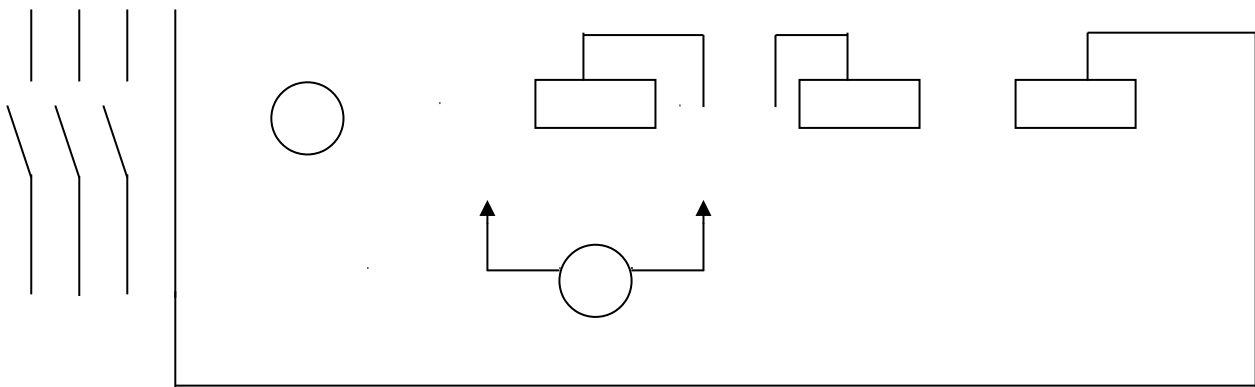

Рис. 1. Последовательное включение резисторов
2. Собрать электрическую схему согласно рис.1.
Снять показания амперметра A1 - полный ток цепи - Рис. 1. Все данные занести в таблицу 1.